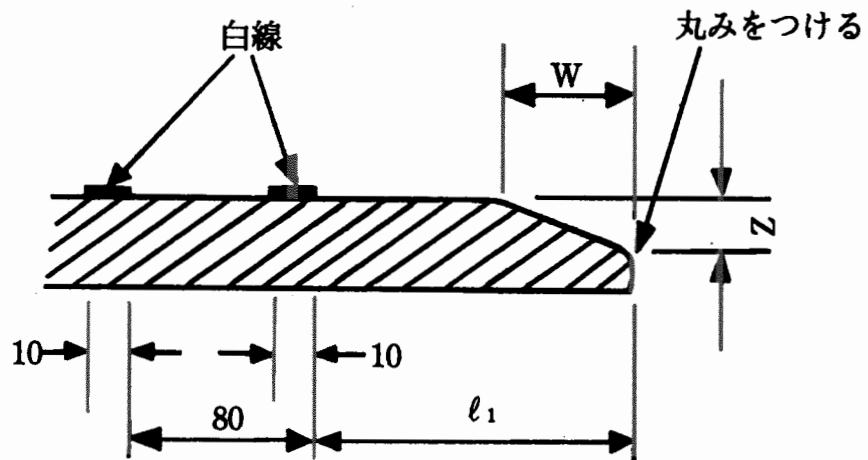

図 13 面取りおよび白線表示
(1) 切管した場合または他形式の挿し口とT形受口との接合の場合は、必ずテーパゲージなどを用いグラインダまたは加工機で図13・表6の形状寸法になるように挿し口の面取加工を行う。